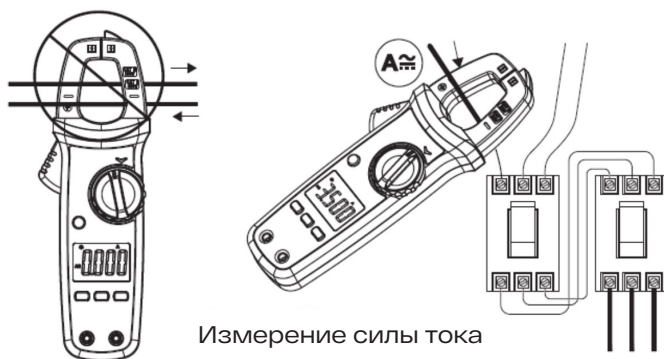

Рис. 2.
1. Измерение переменного и постоянного тока (рис. 2).